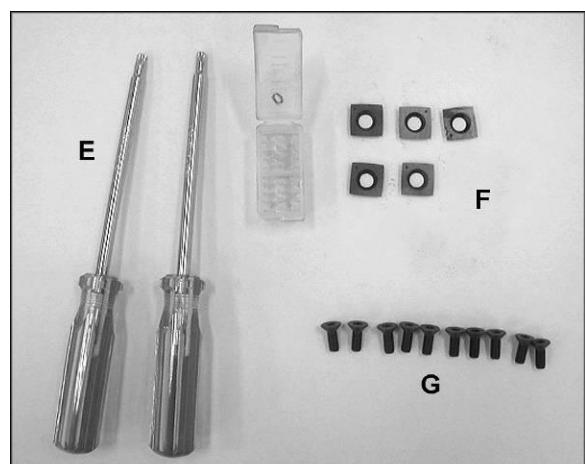

Рисунок 2
- (артикул PM54HH-HP, см. рисунок 2)
- 2 Отвертки Torx (E)
- 5 Режущих пластин (F)
- 10 Винтов для крепления пластин (G)